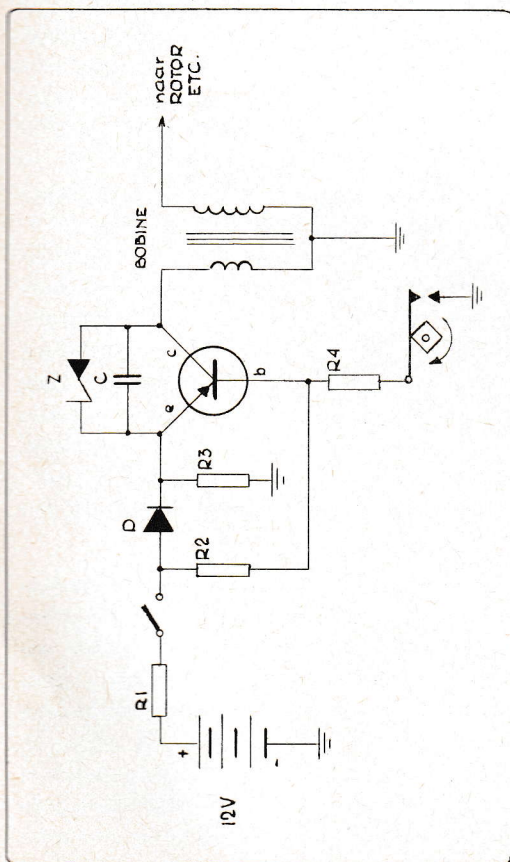
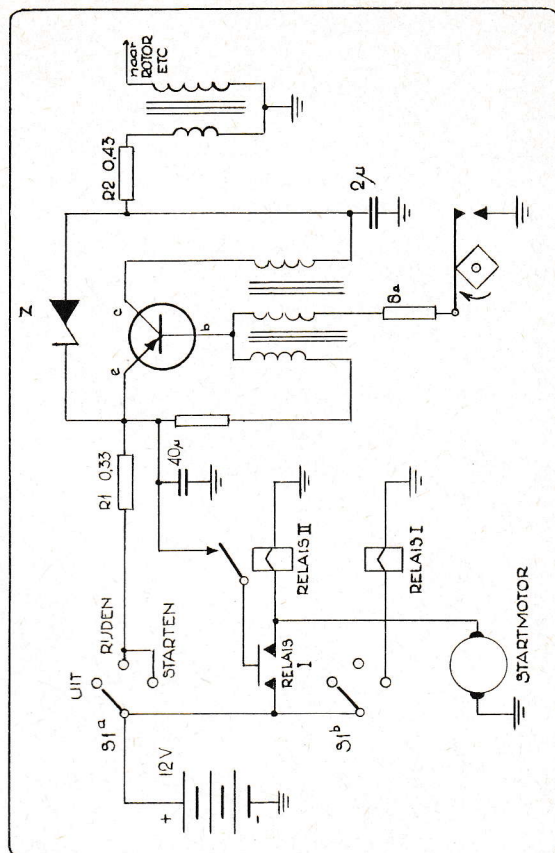

Fig. 4 — Verbeterd Lucas-systeem met zenerdiode en polariteitszekering D.
Fig. 7 — Ford heeft het Lucas-systeem volgens fig. 4 nog uitgebreid met enkele relais en met een trap, die de schakelsnelheid van de transistors bevordert.
De schakeling volgens fig. 4 is gepubliceerd door Electr. World in augustus 1962 en is in grote trekken gelijk aan de vorige. Er zijn echter een paar verbeteringen:
*Ford Motor Company.* (zie fig. 7). Deze schakeling lijkt op die van fig. 4, er zijn echter een paar belangrijke verschillen. (Het type bobine dat hier toegepast wordt is ons onbekend, waarschijnlijk is het wel zoiets als de Mallory F-12T). De opvallende punten zijn: